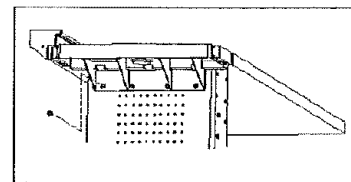

Fig. 1
- Coloque la superficie en el bastidor (used throughout the translation) alineando los cuatro orificios superiores del tablero con agujeros ubicado en el lado izquierdo con los cuatro orificios en la bandeja de organización. (Vea la Fig. 1)
- Sujete los rieles de la mesa de trabajo en el orificio superior de los postes centrales y de los lados. Use ocho tornillos de punta roma #14-10 x 5/8 pulg. (Vea la Fig. 1)